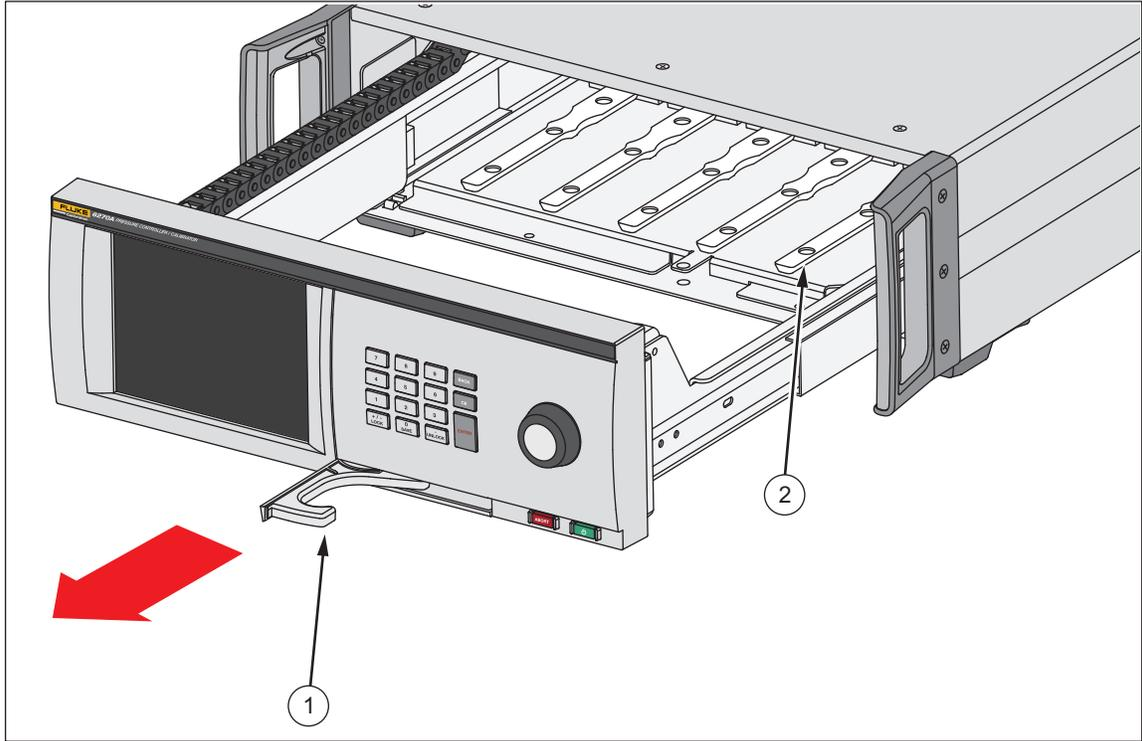
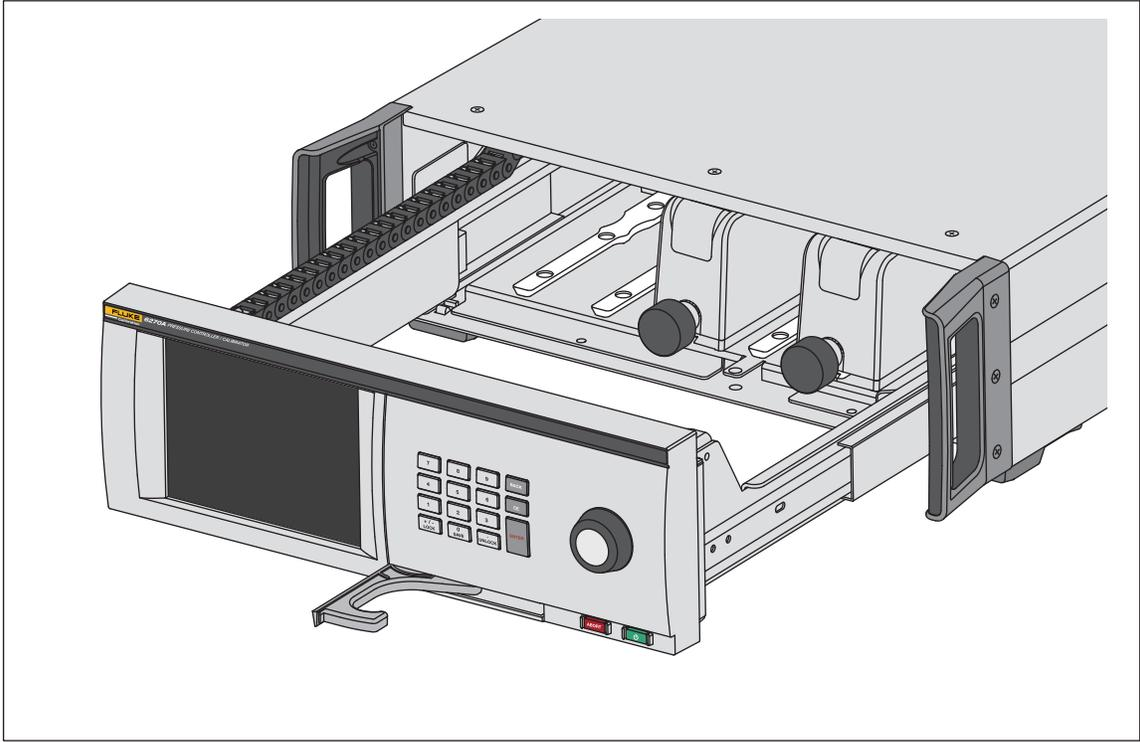

图 2. 模块托架
图 3.PMM 安装
要检修模块托架，请参见图 2：
5. PMM 的底部有一个插槽，产品内壳底部的轨道卡入该插槽，请参见图 2 (②)。将轨道和插槽对齐，然后将 PMM 滑入底座直至停止。请参阅图 3。